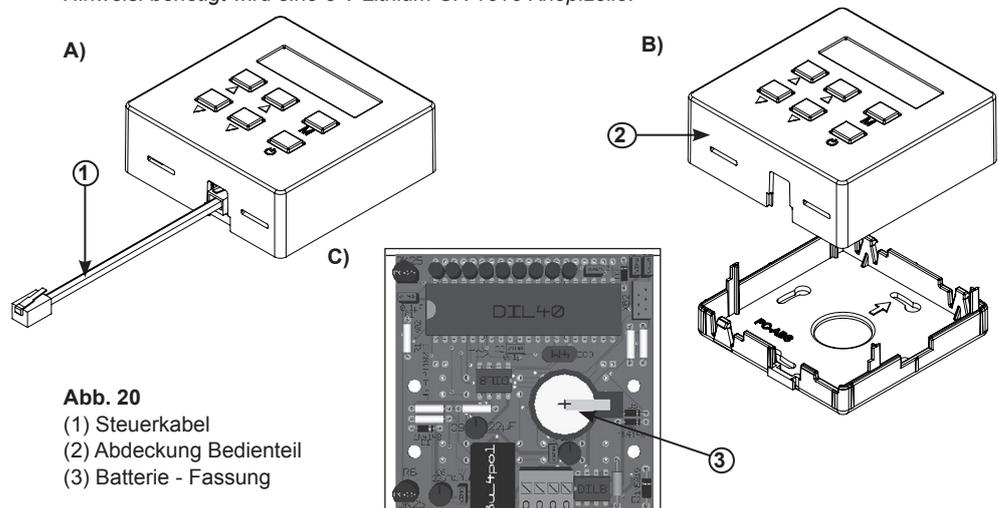

Abb. 20
- Trennen Sie das Steuerkabel (1) vom Bedienteil.
- Öffnen Sie das Bedienteil indem Sie die Abdeckung (2) anheben.
- Die Fassung (3) für die Batterie liegt auf der Platine. Entnehmen Sie die Batterie und ersetzen Sie sie durch eine Neue, wie in Abb. 20 C dargestellt.